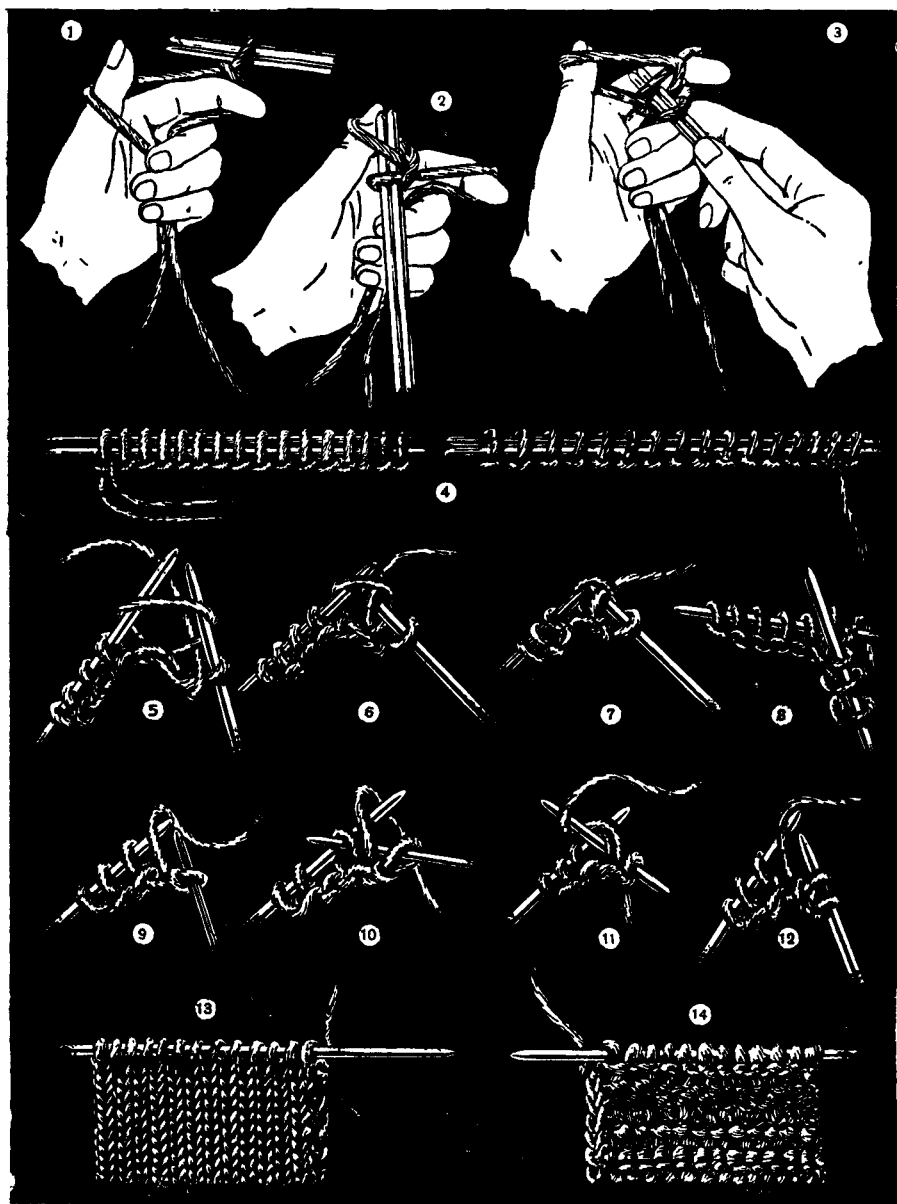

Рис. 180. Вязание спицами:
Для провязывания петель начального ряда берется двойная нить, длина которой зависит от требуемого количества петель. Из нитки средней толщины длиной с обыкновенную спицу получается 7—9 петель. Например, для образца, который приведен на рисунке 180(4), следует в начале вязания накинуть 16 петель. Значит, надо отмерить нитку, длиной равную двум спицам, сложить ее вдвое, взять в левую руку так, чтобы оставался виден сгиб нитки (рис. 180 (1)).